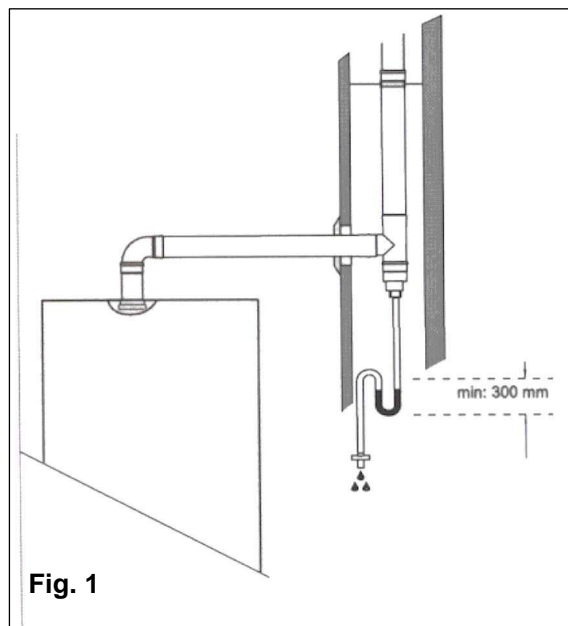

Fig. 1
- nel caso di installazione di condotto fumi verticale, inserire un sifone raccogli condensa alla base del condotto collegato alla rete fognaria dell'abitazione (fig. 1);